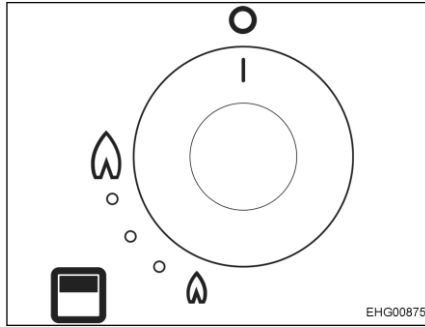

Bild 129 Vridregulator för gasgrill
- Tryck på vridregulatorn (Bild 129) och vrid den moturs till tändposition (stor låga).